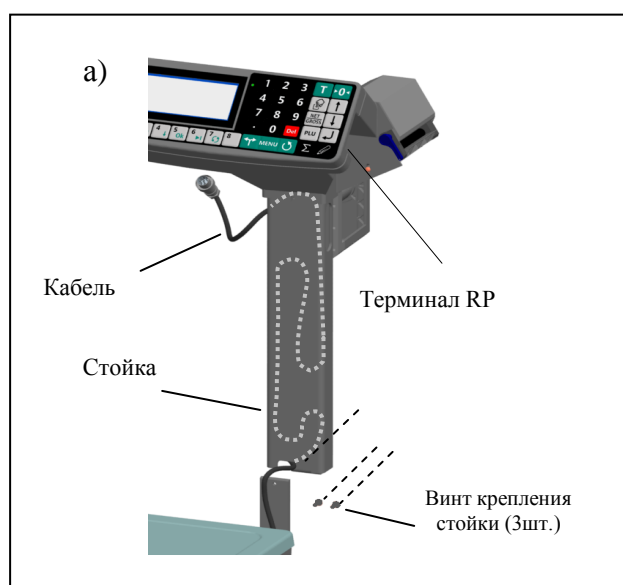
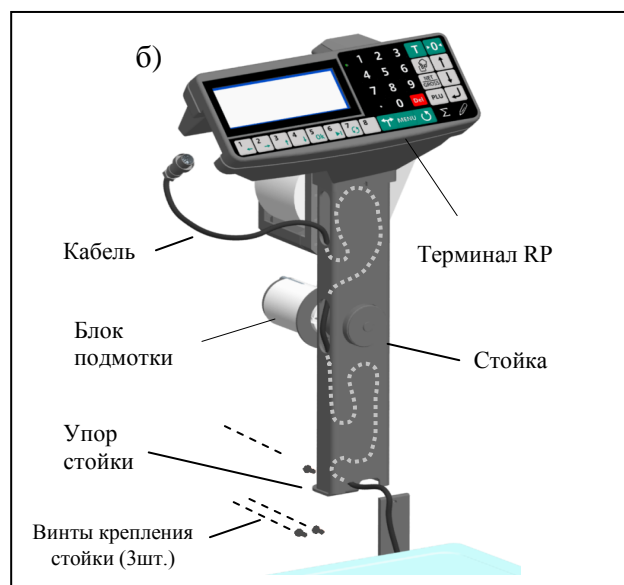

Рис. 3.2- Сборка весов
Рис. 3.3 - Сборка весов
3.3 Протянуть кабель модуля внутри стойки и подключить к терминалу (Рис. 3.2, Рис. 3.3).
3.6 Установить весы на твердой, ровной поверхности, неподверженной вибрациям (на столе). Ввернуть регулировочные опоры так, чтобы упор стойки (см. Рис. 3.3), служащий для повышения устойчивости весов, касался поверхности стола.